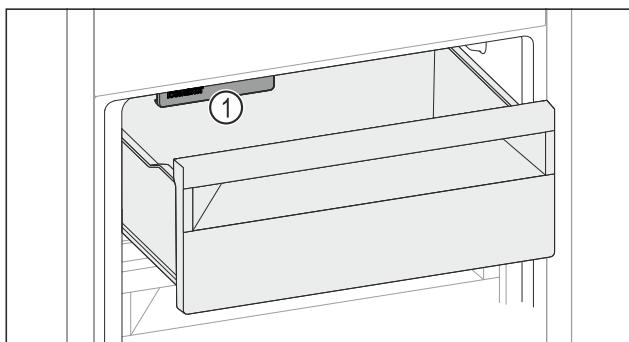

Fig. 157
- Prihladijte na IceMaker Fig. 157 (1).